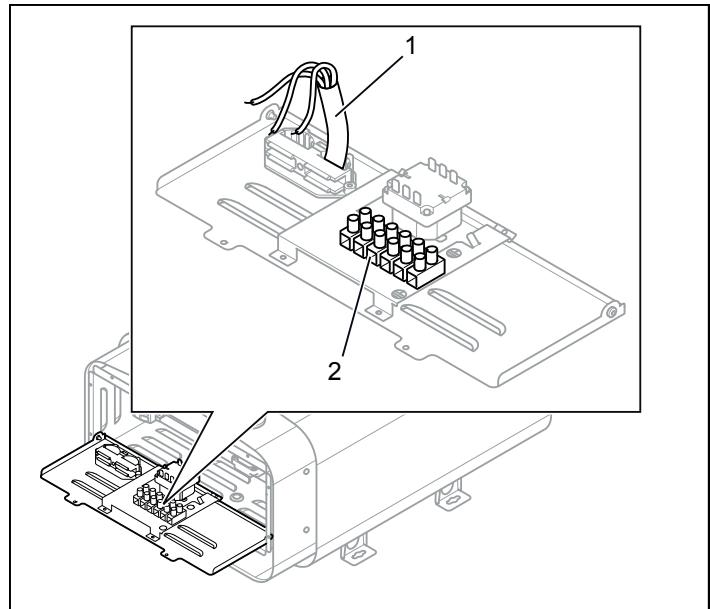
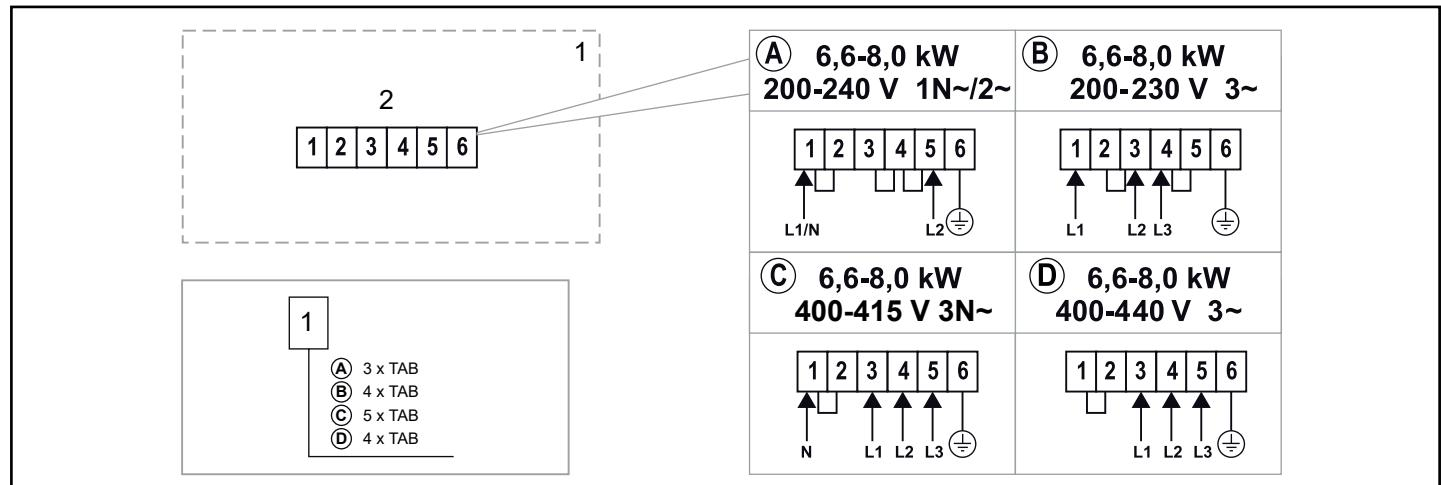

Рисунок 6: Монтажная плата
Рисунок 12: Схема соединений
3. Подключите провод (см. Рисунок 6) согласно схеме соединений (см. Рисунок 12).
При подключении к источникам напряжения или при ином числе фаз (если это не указано в Рисунок 12 свяжитесь с технической службой Tylö.